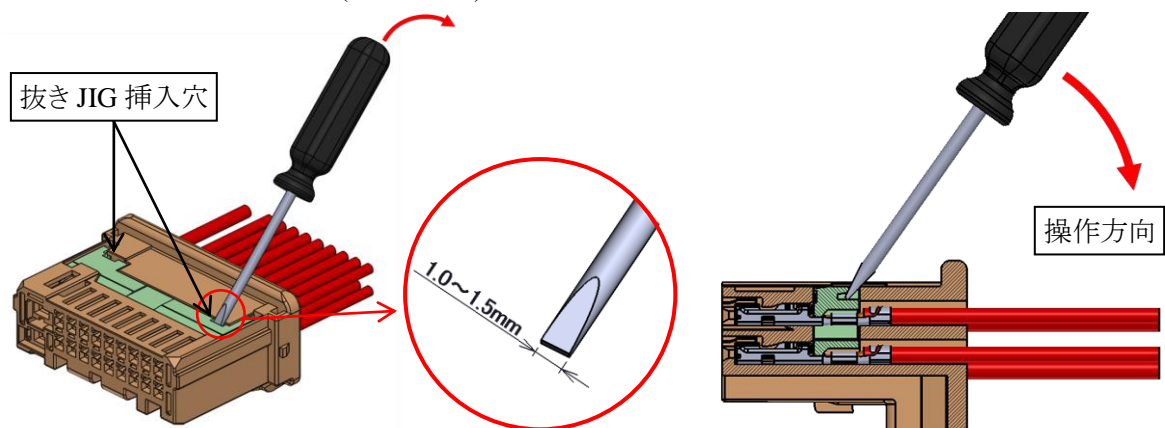

図 28.リテーナ解除方法
- ①破損・変形のあった場合は、使用せず新品と交換して下さい。
- ①メスハウジング底面(2 か所)の抜き JIG 挿入穴に 1.0mm~1.5mm 幅のドライバーを差し込み、リテーナを押し出してください。(図 28 参照)